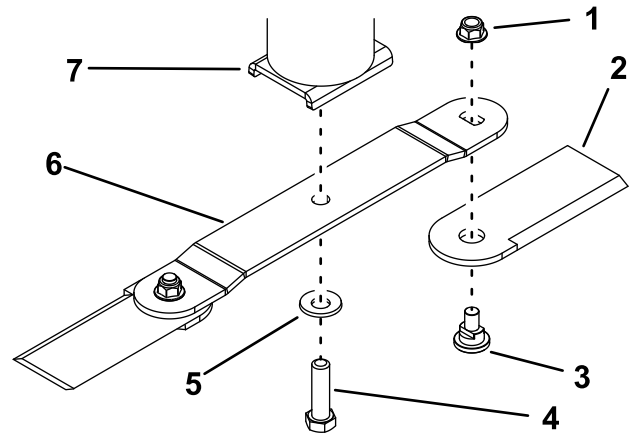

Figure 37
2. Au bas de la coupelle d'axe, enlevez le boulon de lame, la rondelle bombée et la lame du support de lame (Figure 37).
Si la lame est déséquilibrée, limez un peu de métal à l'arrière de la lame (côté opposé au tranchant) (Figure 37).
1. Fixez la lame à la coupelle d'axe à l'aide du boulon et de la rondelle bombée (Figure 37).
3. Pour poser seulement les lames-fléaux, fixez les fléaux au bout de la lame principale à l'aide du boulon et d'un écrou neuf pour chaque fléau (Figure 37). Serrez l'écrou à un couple de 103 à 127 N·m.